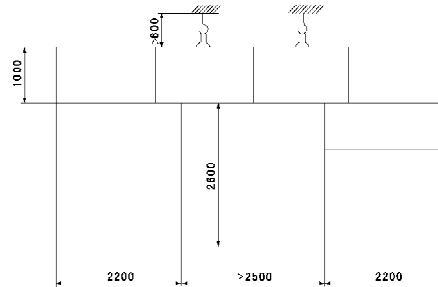

图2 母线桥安装图
6.1 母线桥安装尺寸参考图2, 最好选用硬母线架空进出, 采用品字形布置, 其裸露带电部分之间的电气绝缘距离应大于315mm, 复合绝缘部分之间的距离不得小于220mm。